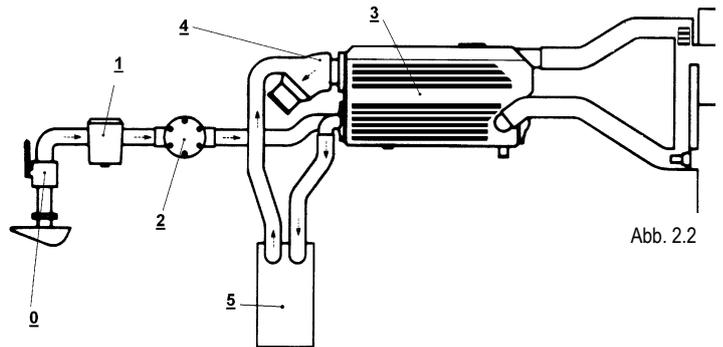

Abb. 2.2
2.2.2 SEEWASSERKÜHLKREIS (Abb. 2.2)